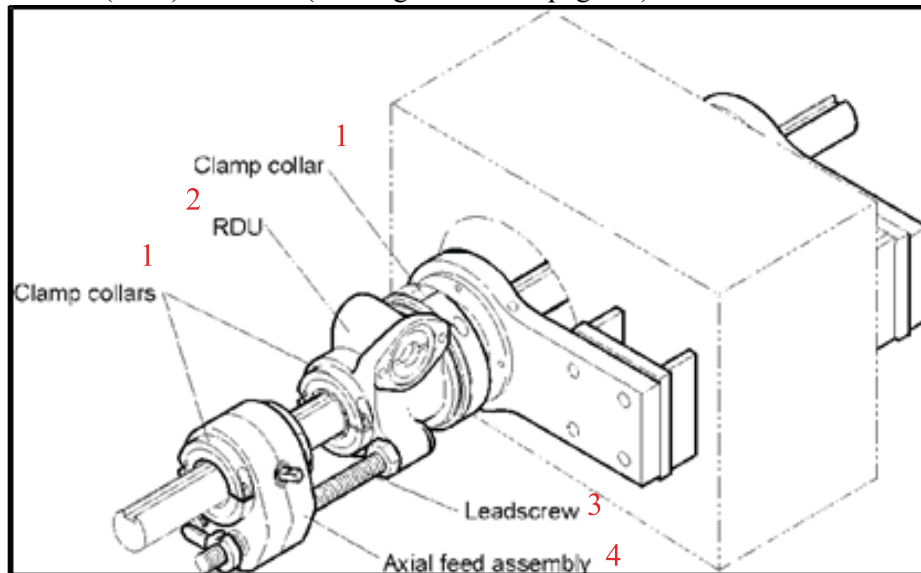

FIGURE 4-2. COMPOSANTS DE DÉMONTAGE AFU
4. Desserrez les colliers de serrage qui retiennent l'unité d'entraînement axial (AFU) à la barre (voir Figure 4-2 à la page 56).